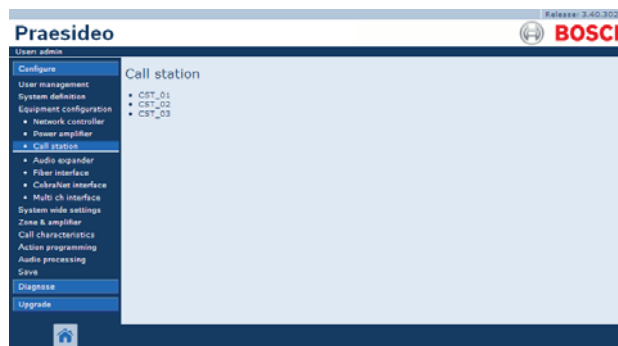

рисунок 44.27: Конфигурирование вызывной станции, шаг 1
- 1 Перейдите *Configure > Equipment configuration > Call station*. В основной части веб-интерфейса откроется экран, подобный экрану, приведенному на рисунок 44.27.